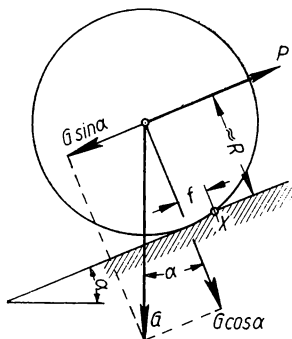

Bild 261
c) Statische Momente für Kippkante  $X$  (Bild 261):